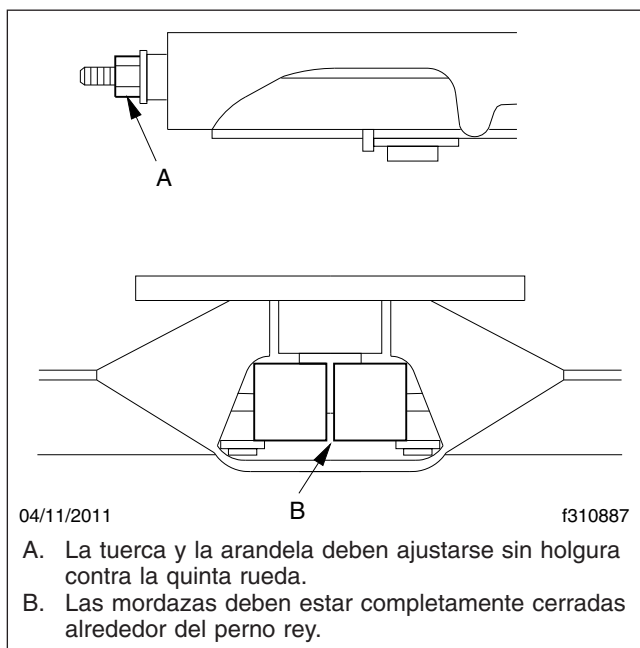

Figura 3, Quinta rueda Holland cerrada correctamente
5. Usando un probador de cierre del perno rey de Holland (n.º de herramienta Holland TF-TLN-5001, disponible mediante los PDC con la designación HLD TFTLN5001), revise el funcionamiento del mecanismo de cierre abriendo y cerrando las mordazas. Vea la **Figura 3**.